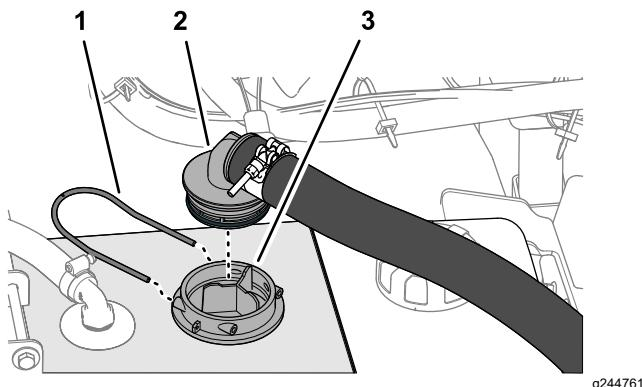

Figure 17
1. Insérez le raccord à 90° cannelé du flexible d'aspiration dans le boîtier de la crêpine d'aspiration jusqu'à ce qu'il soit complètement enclenché (**Figure 17**).
- Fixez le raccord à 90° cannelé au boîtier de la crépine d'aspiration à l'aide de l'étrier (Figure 17).